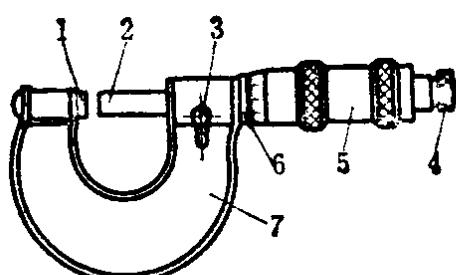

图 1-12 外径千分尺
(1) 外径千分尺 图 1-12 所示是一种常用的外径千分尺。弓型架 7 是千分尺的主体，在它一端压入砧座 1，它是千分尺度量尺寸的一个固定座，弓型架 7 另一端压入固定套管 6 (也叫千分尺的主尺)。在固定套管 6 的外表面上沿轴线刻有度量单位，在基准线两边相错，以 0.5 毫米等分，每 5 毫米注明尺寸数字。套管的孔内是螺纹，螺距为 0.5 毫米，与此螺纹相配的是测轴 2 上的螺杆，测轴 2 上的螺杆可在固定套管 6 的内螺纹内转动。在固定套管 6 外面是活动套管 5，它固定于测轴螺杆上，随测轴一起转动并作轴向移动。活动套管 5 的一